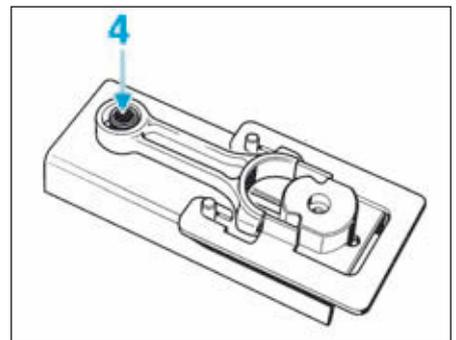

FIG.92
- Placer le corps de bielle sur le socle, puis vérifier que le pied de bielle soit en contact avec le pion de centrage (4) (Fig.92).